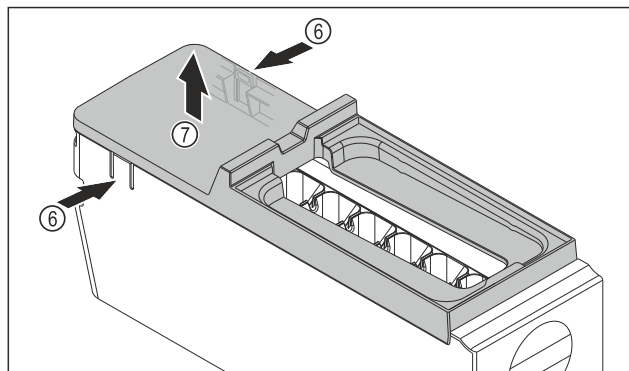

Fig. 75
- ▶ Extraer la cubierta del EasyTwist-Ice: Presionar con la mano las lengüetas Fig. 75 (6) a ambos lados del cuerpo del EasyTwist-Ice.
- ▶ Sacar la cubierta Fig. 75 (7) con la otra mano tirando hacia arriba.